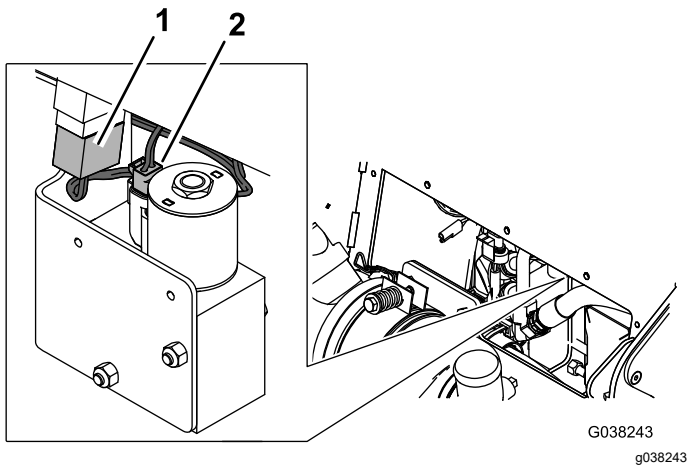

Bild 30
4. Schließen Sie den Kabelbaum des Kits am Schalter und am Niederflussventil an (Bild 30).